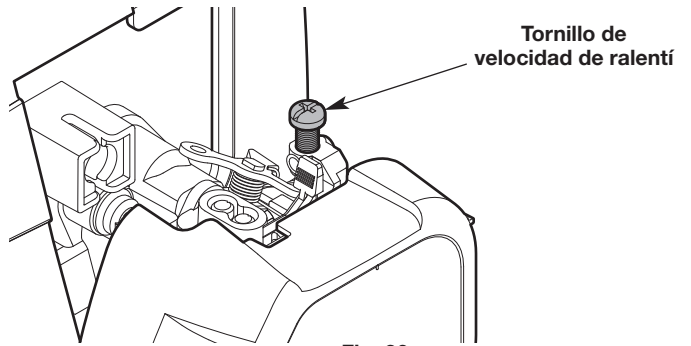

Fig. 26
- Si el motor se para, aumente la velocidad de ralentí. Use un destornillador Phillips pequeño para girar el tornillo de velocidad de ralentí en el sentido de las agujas del reloj, 1/8 de giro cada vez hasta que el motor funciona al ralentí de manera uniforme (Fig. 26).